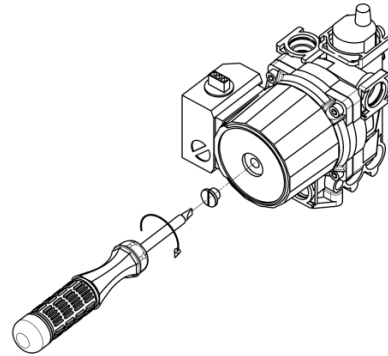

Рис. 6 Проверка циркуляционного насоса
- При давлении свыше 2 бар открыть клапан дренажный (21), см. п. 13.1 на стр. 18, понизив давление до 1,5 бар. При давлении ниже 1 бар – открыть кран подпитки контура отопления (16) и закрыть кран при достижении
- не блокирован ли насос. Для этого при помощи отвёртки открутите заглушку насоса и поворачивайте его вал несколько раз в разные стороны (см. рисунок 6). Затем плотно закрутите заглушку. При выполнении данной операции возможны протечки теплоносителя из насоса, после установки заглушки необходимо удалить остатки теплоносителя с компонентов котла (протереть);